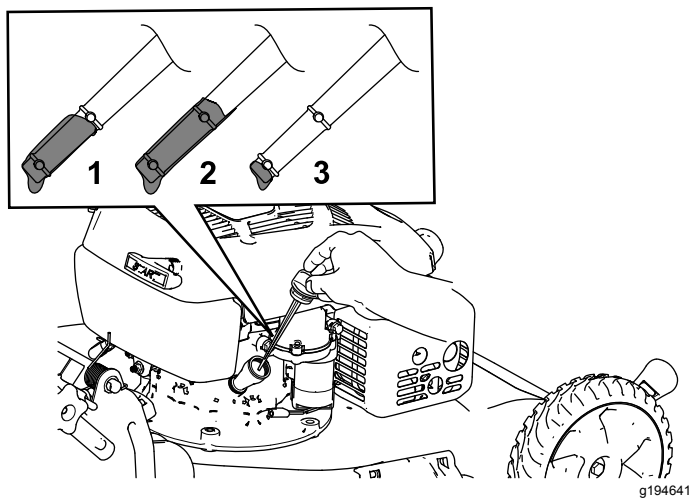

Figura 15
2. Retire la varilla (Figura 15).
5. Observe el nivel de aceite en la varilla (Figura 15).